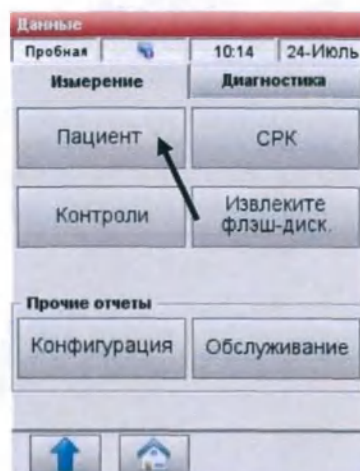

Рис.6-2 Выберите Пациент
2. В таблице <Измерение> выберите <Пациент> (Рис.6-2).